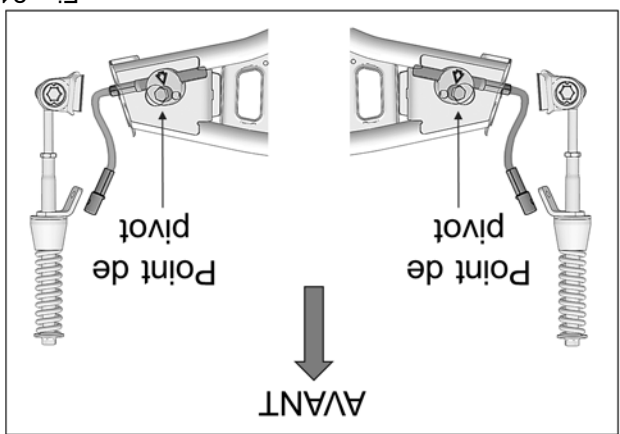

Fig. 21
10. À l'assemblage, assurez-vous que le point de pivot du disque en aluminium soit positionné en avant du câble du limiteur de conduite. Voir la Fig. 21